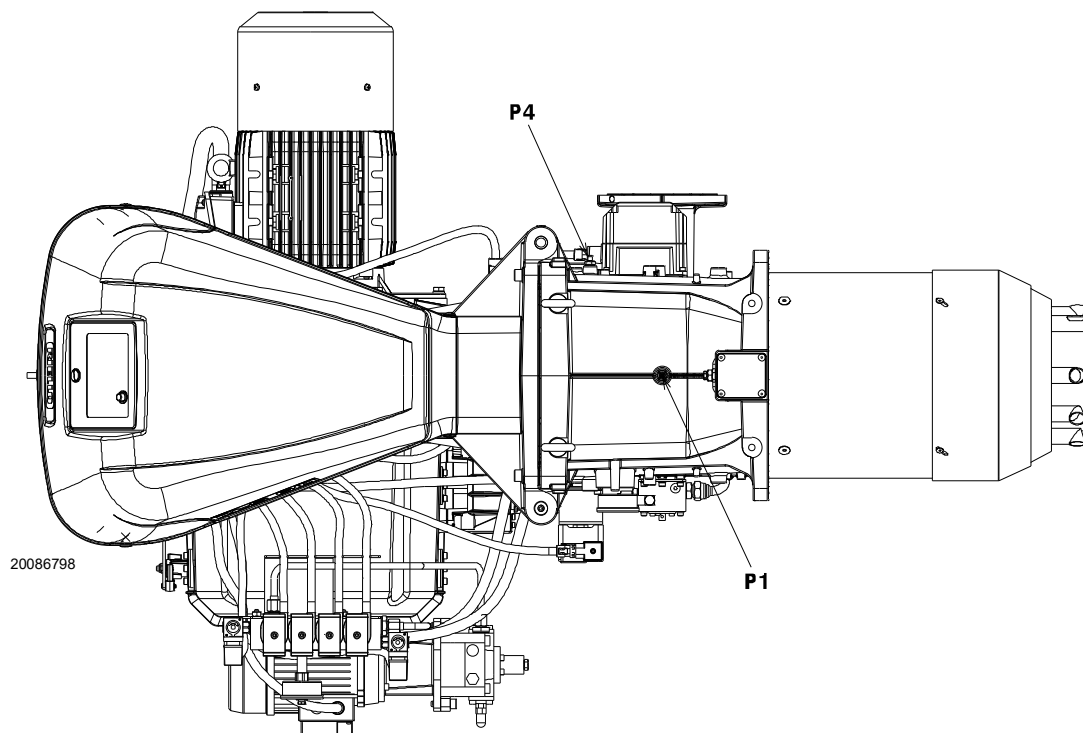

Abb. 26
Gasdruck, gemessen am Anschluss P1)(Abb. 26 auf Seite 29) unter folgenden Bedingungen:
- vom Gasdruck am Anschluss P1) (Abb. 26 auf Seite 29) den in der Brennkammer vorhandenen Druck abziehen.
Gasdruck am Anschluss P1)(Abb. 26 auf Seite 29)= 24,3 mbar
Um hingegen den am Anschluss P1)(Abb. 26 auf Seite 29) erforderlichen Gasdruck zu ermitteln, nachdem die MAX.
- Rechts, in Spalte 1, den Druck am Anschluss P1)(Abb. 26 auf Seite 29) ablesen.
Erforderlicher Druck am Abnahmeanschluss P1)(Abb. 26 auf Seite 29).